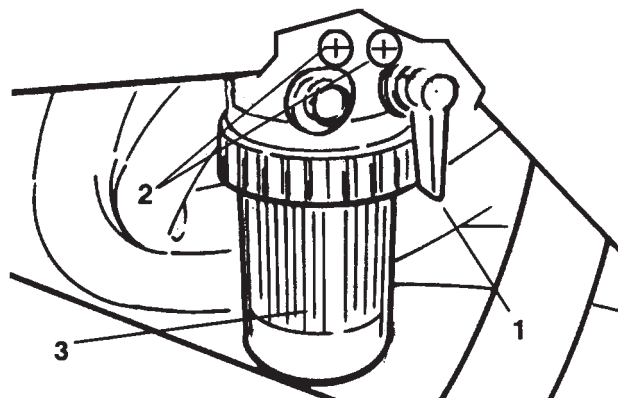

Fig. 16
**Avstengningsventiler for drivstoff, dieselmodeller** (fig. 16 og 17)—Lukk avstengningsventilene for drivstoff under drivstofftanken og på drivstoff-filteret når klipperen settes bort.